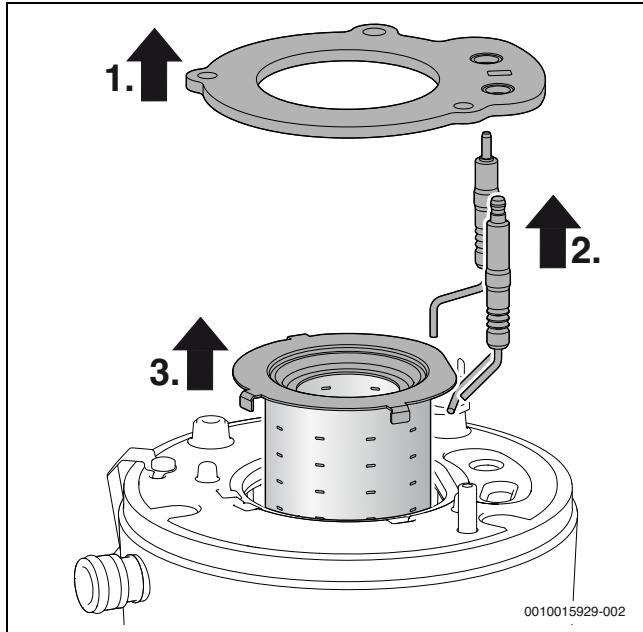

Bild 53 Brenner herausnehmen
- Bei jedem Öffnen des Brenners die Brennerdichtung (→ Bild 53, Pos. [1]) und alle weiteren durch die Maßnahme betroffenen Dichtungen ersetzen. (Maximale Lebensdauer der Brennerdichtung: 7,5 Jahre)